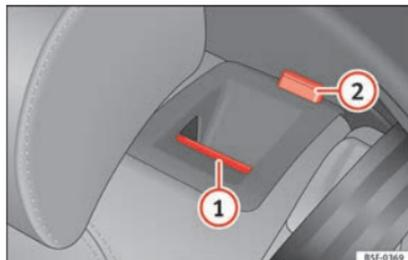

Abb. 155 Rückenlehne Rücksitz: Entriegelungstaster ①; rote Markierung ②.
- Entriegelungstaster » Abb. 155 ① nach vorn ziehen und gleichzeitig die Rückenlehne umklappen.
- Die Rücksitzlehne ist entriegelt, wenn eine rote Markierung an der Taste ② zu sehen ist.
Die Rücksitzlehne ist entriegelt, wenn die rote Markierung des Tasters sichtbar ist » Abb. 155 ②.